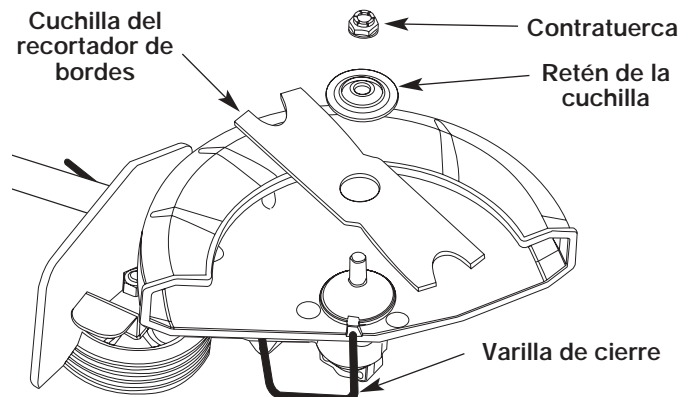
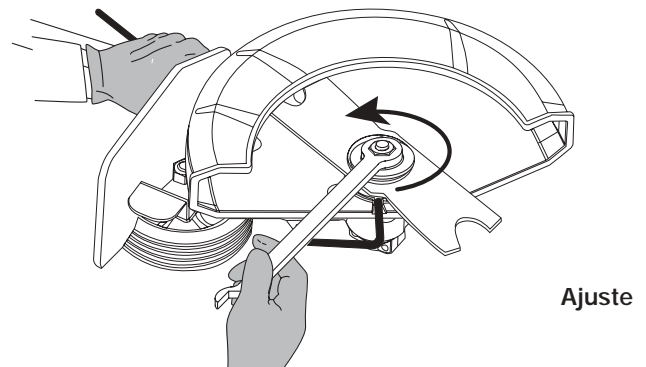

Fig. 32
Fig. 33
4. Instale la nueva cuchilla, el retén de la cuchilla y la tuerca (Fig. 32). Inserte la varilla de cierre a través de la ranura en el orificio del eje de salida. Verifique que la cuchilla permanezca plana contra el eje de salida mientras ajusta la contratuerca **en sentido antihorario** (Fig. 33).
5. Si tiene una llave de torsión, ajuste la tuerca a **37-38 N•m (325-335 pulg. • libras)**, mientras sostiene la varilla de cierre en la ranura. Si no tiene una llave de torsión, sostenga la varilla de cierre en la ranura. Gire la tuerca en sentido antihorario con una llave de boca cerrada de 5/8 pulgadas o de casquillo, hasta que la tuerca presione contra la arandela y la cuchilla esté bien ajustada. Verifique que el ensamble de la cuchilla esté bien instalado, luego gire la tuerca **1/4-1/2 vuelta** más (Fig. 33).